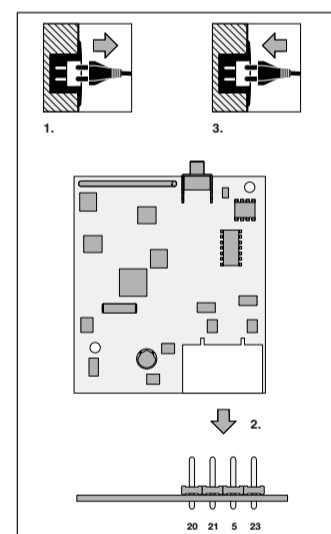

Fig. 2
3.1 Einbau des Empfängers am Antrieb (Fig. 2)
3.1 Fitting the receiver on the operator (Fig. 2)
3.1 Montage du récepteur sur la motorisation (fig. 2)